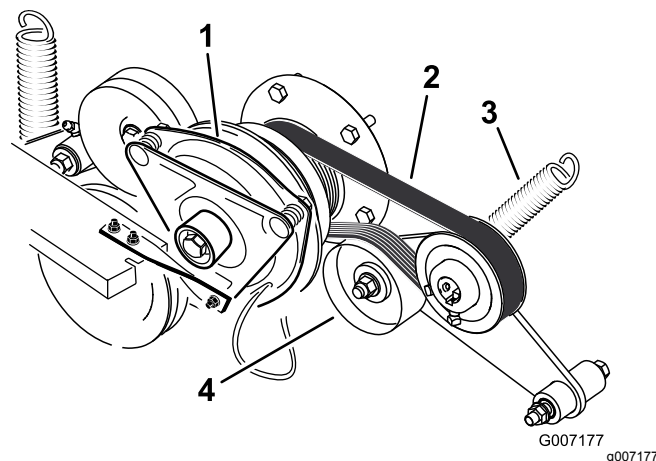

Figure 64
3. Débranchez le ressort du bras de la poulie de tension (Figure 64).
4. Montez la courroie neuve sur les poulies du moteur et des pompes hydrauliques (Figure 64).
6. Raccrochez le ressort au bras de la poulie de tension (Figure 64).